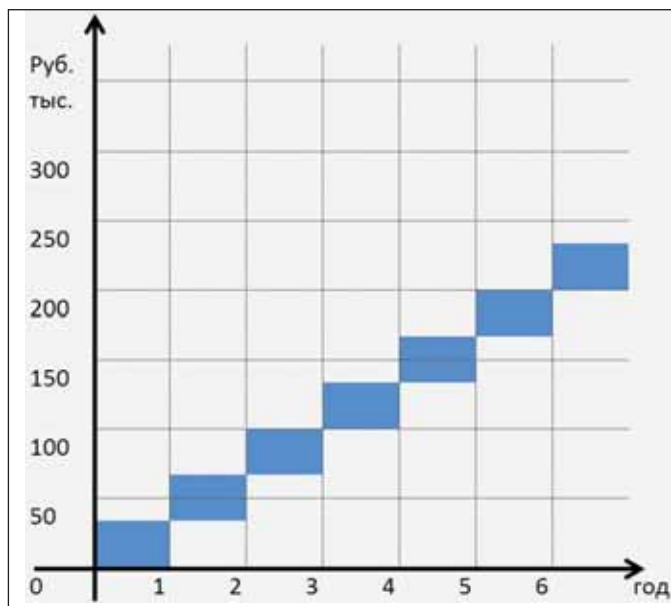

Рис. 3. Основная схема продаж ЗАО "Нанософт": "Купи абонемент"
И тут мы приходим к следующей мысли — а почему бы программное обеспечение окончательно не оформить как услугу: "Купи абонемент, который состоит из коммерческой лицензии, поддержки и обновлений" (рис. 3). Ведь мы пользуемся услугами тренажерных залов, арендуем помещения, станки, машины, оплачиваем разговоры по мобильному телефону, посещаем кинотеатры — почему бы не вписать в эту схему и программное обеспечение?
1. Абонементы делают лицензионное программное обеспечение более доступным. Если на стадии 2 мы "размазали" цену обновления, то при абонементе "размазывается" сама цена программного обеспечения (сокращаясь, например, в 3-4 раза — усредненное время работы с одной версией программы) — смотрите рис. 3: первоначальный барьер снижен и САПР становится доступна даже частному проектировщику. Мы верим, что при прочих равных условиях пользователь выберет лицензионный софт, а не пиратский. Абонементы — хороший способ проверить, так ли это ☺.